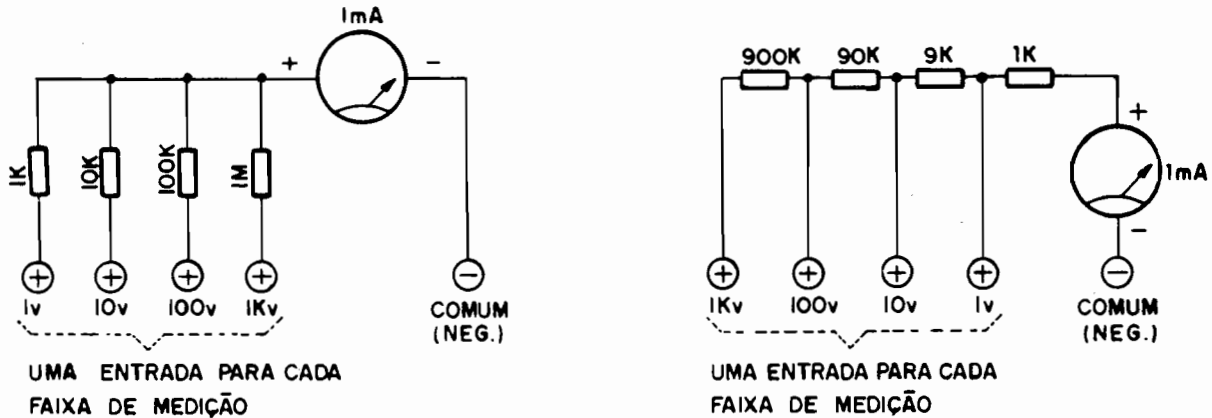

Fig. 9
- **FIG. 9** - E se não tivermos (ou se não quisermos usar...) uma chave de 1 polo x 4 posições...? Tudo bem... Ainda assim podemos elaborar um excelente voltímetro multi-faixas, simplesmente dotando o conjunto de uma diferente "entrada" de medição para cada